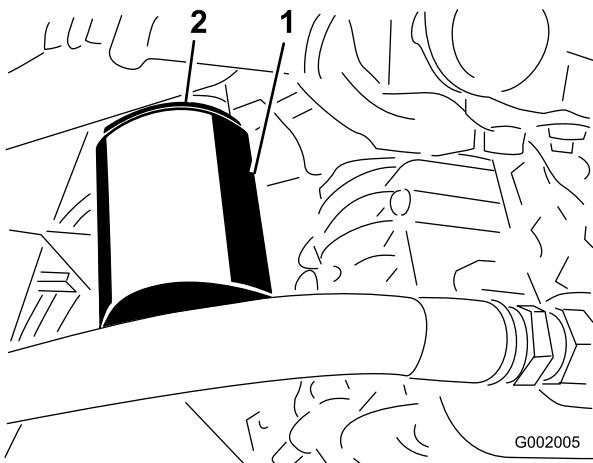

Figura 69
- Retire o filtro (Figura 69).